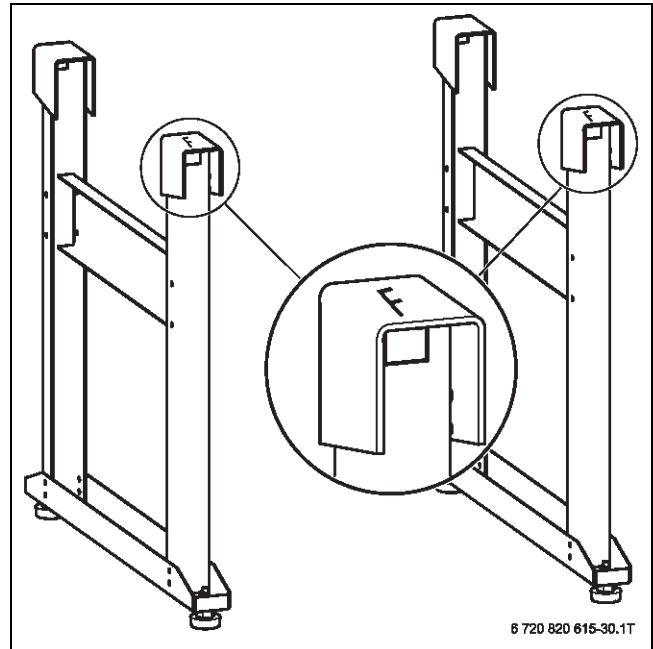

Bild 38 Kennzeichnung F an den Befestigungsfüßen
- ▶ Montagerichtung des Gestells beachten: Die Seite, an der ein „F“ in die Befestigungsfüße gestanzt ist, muss mit der Ausblasseite übereinstimmen (→ Bild 38).